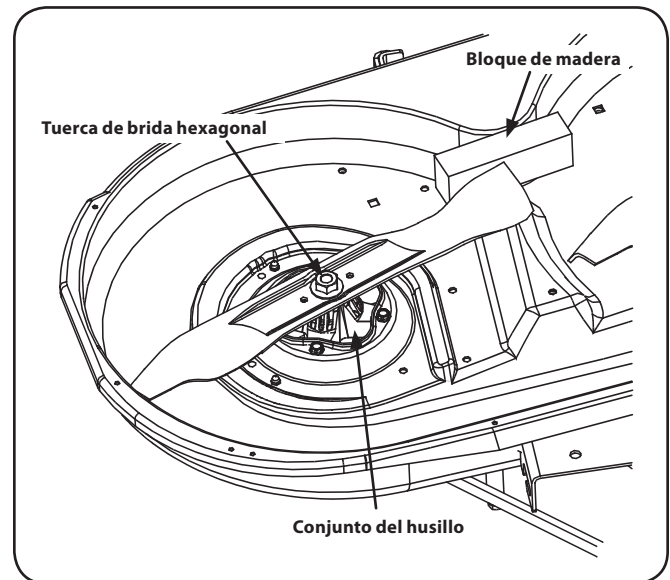

Figura 7-9
2. Use una llave de  $1\frac{5}{16}$ " para sostener la tuerca hexagonal en la parte superior del conjunto del husillo cuando afloje la tuerca hexagonal que fija la cuchilla. Se puede colocar un bloque de madera entre el alojamiento de la plataforma y el borde de corte de la cuchilla para ayudar a aflojar la tuerca hexagonal que fija la cuchilla. Vea la Figura 7-9.